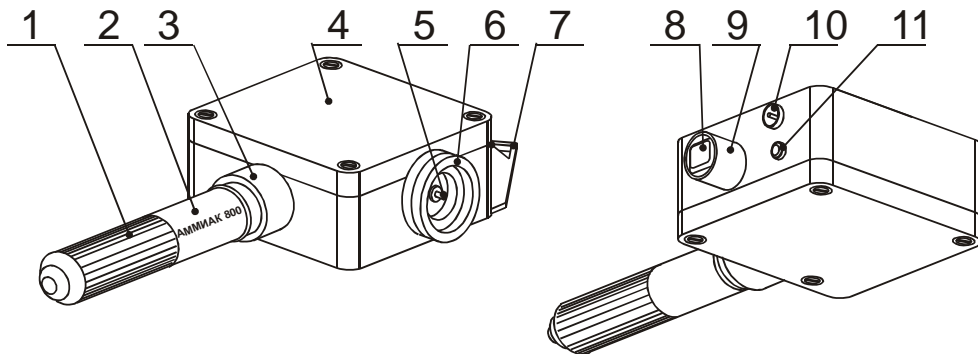

Рис. 1. Внешний вид генератора
1.7.1. Внешний вид генератора показан на рис. 1*. Для получения аммиака используется полимерная матрица 1, содержащая водный раствор аммиака, помещенная в сменном картридже аммиака 2, фиксированном в кольце 3, закрепленном на корпусе генератора. Питание генератора осуществляется от блока Ni-MH аккумуляторов. Смесь, получаемая в результате смешивания аммиака,
2.1.2. Перед использованием полностью зарядите блок аккумуляторов: выключите генератор кнопкой включения 8, выходной разъем зарядного устройства вставьте в разъем 10 (см. рис. 1). Подключите зарядное устройство к сети переменного тока 220 В, 50 Гц. Время первой зарядки составляет не менее 4 часов.
- установите картридж аммиака в кольцо 3 (см. рис. 1) и зафиксируйте, повернув по часовой стрелке до упора